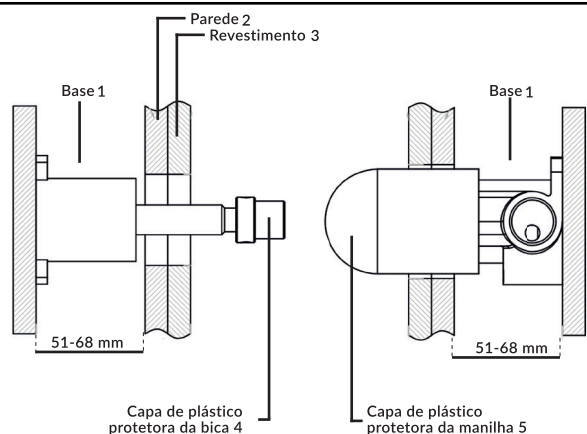

Figura 2
4. Para o revestimento sobre o misturador, faça um furo de 40mm para a Bica (11) e de 50mm para a manilha (12). (ver figura 2)
7. Coloque a arruela de decoração (12) e em seguida, fixe a manilha (10) no corpo do misturador (3) por meio do parafuso allen (9), embutido embaixo da alavanca da manilha (10).
8. Repita o mesmo processo de cima para a bica do misturador. (11)